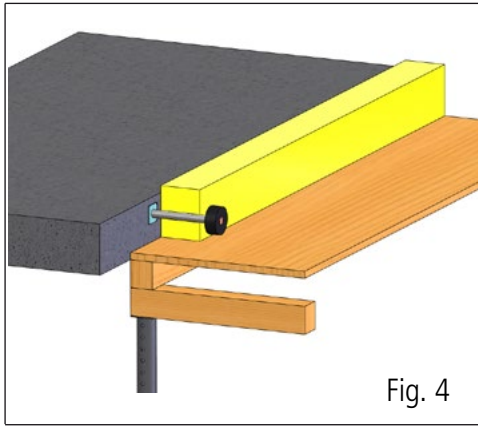

Fig. 4
- L'ISOPE en mousse souple HBT-ISOL avec la fermeture Velcro toutes saisons pour la connexion des bandes de mesure est très bien adaptée comme insert (Fig. 4) dans le plan de joint. Vissez dans l'écrou hexagonal GEWIFIX du côté rigide (Fig. 4)